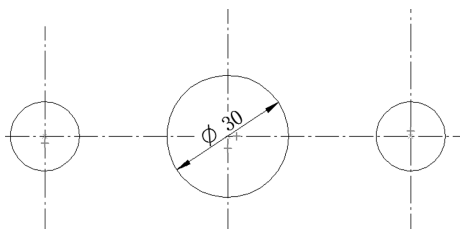

图 6-14 放置视图
(5) 在刚刚放置的圆的两侧分别放置直径为 17 的圆，如图 6-14 所示。